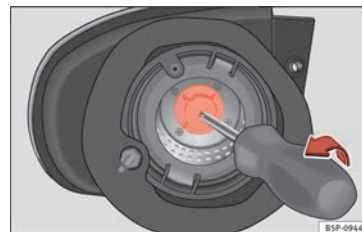

Bild 187 Blinkerslampan.
- Dra ut blinkerslamphållaren med en skruvmejsel och vrid i pilens riktning » **bild 187**. »